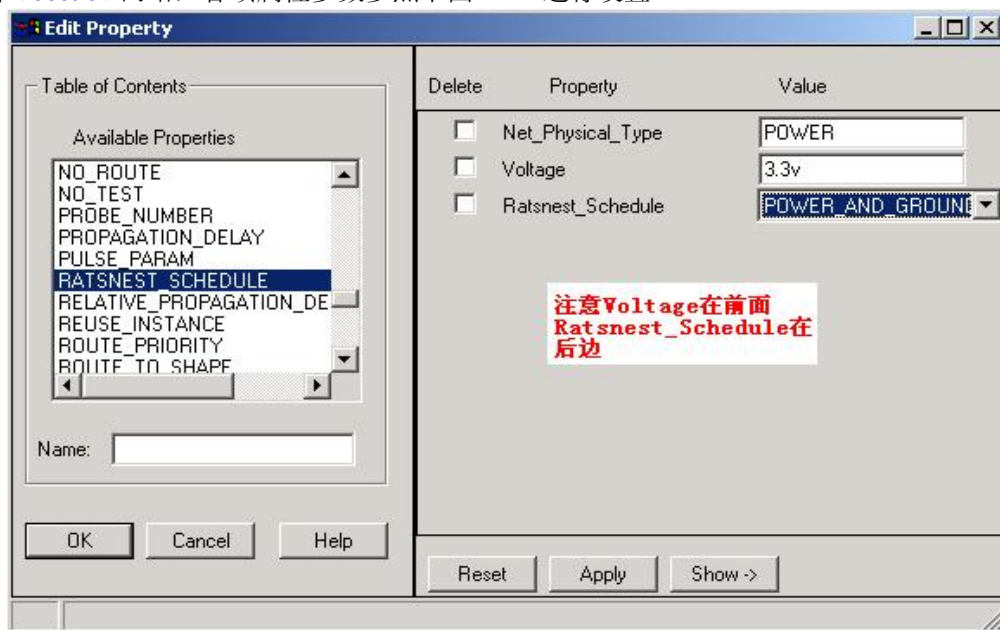

图 3.11 电源属性设置窗口
3. 选择 **VCC3.3V** 网络，各项属性参数参照下图 3.11 进行设置
6. 选择 **GND** 网络，各项属性参数参照图 3.11 进行设置，**Voltage** 改成 “0v”